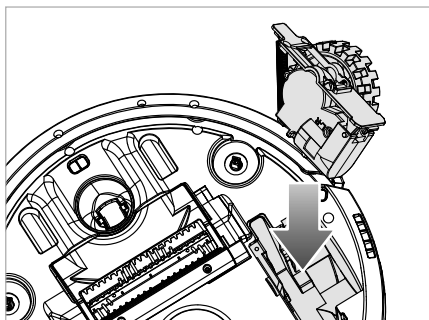

Rys. 21
- 3) Zdejmij koło 20/34 nieznacznie z urządzenia i wyczyść je lekko zwilżoną ściereczką lub szcztotką do czyszczenia 1 (patrz rys. 21 i 22). W razie potrzeby wytrzyj również wnękę koła.